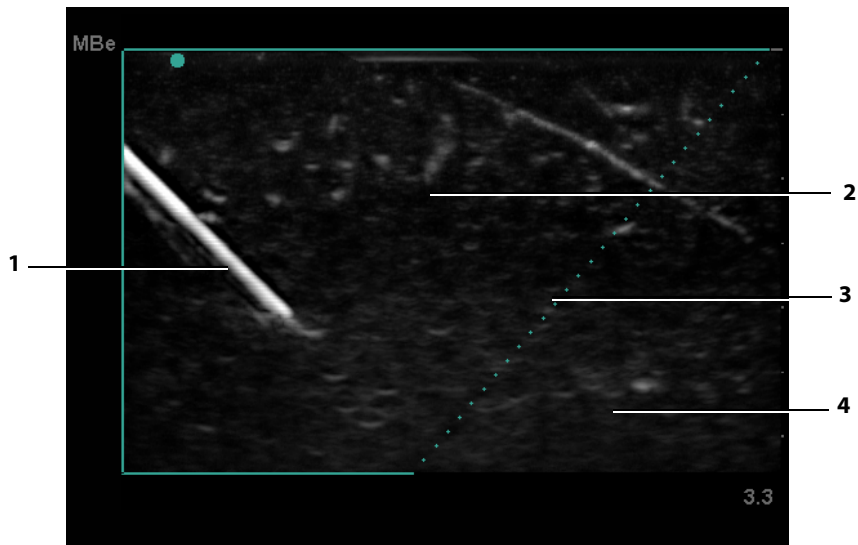

Figura 2: Imagen con MBe activada (transductor lineal)
- Tenga en cuenta que las estructuras lineales sólo se mejoran en una parte enmarcada de la imagen. La zona fuera de la parte enmarcada permanece sin cambios. (Consulte Figura 2.)
Activa el modo de imagen SonoMBe, que mejora las estructuras lineales dentro de un intervalo de ángulos seleccionado y puede facilitar la orientación de la aguja durante la colocación del catéter y los procedimientos de bloqueo de nervios. Un marco de tres o cuatro lados indica la zona afectada. (Consulte Figura 2.)